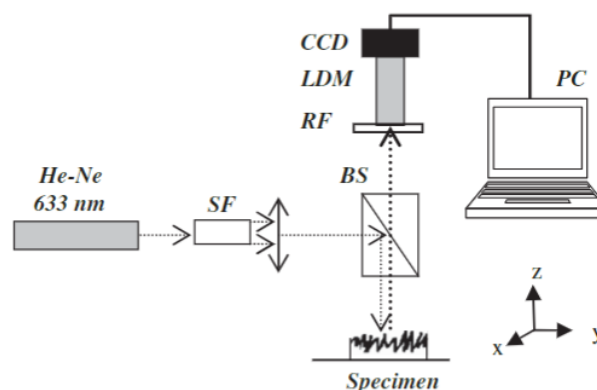

Fig. 2
3. 過去的研究會著重在利用雷射的非接觸方法偵測表面粗糙度 Fig. 2，但成本較高，量測面積小